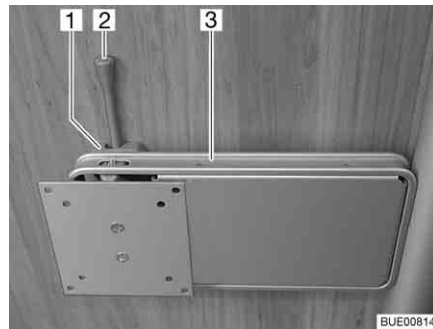

Bild 49 Halterung an Säule
- Den Entriegelungshebel (Bild 49,2) zur Seite drücken und die Halterung (Bild 49,3) mit dem Flachbildschirm in die gewünschte Position drehen.
- Flachbildschirm zurückdrehen, bis die Halterung (Bild 49,3) in die Verriegelung (Bild 49,1) einrastet.